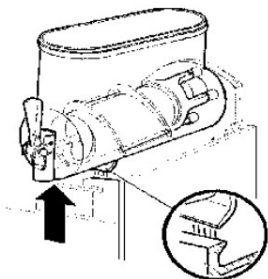
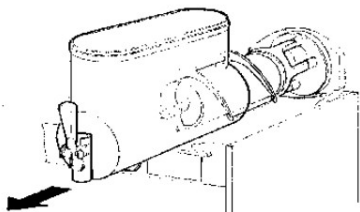

рис. 7
рис. 8
- 3-Снимите чашу, приподняв ее со стороны крана и сняв с крепежных крюков (см. рис. 7), затем выдвиньте ее (см. рис. 8).